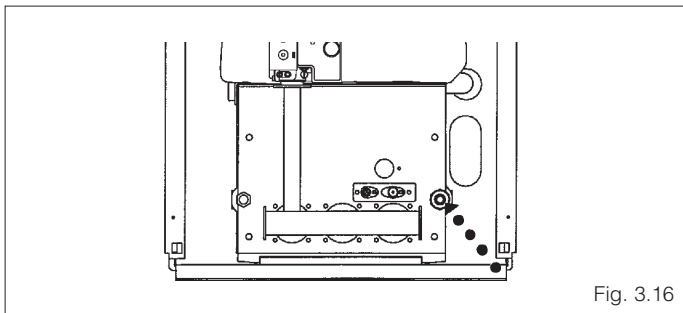

Fig. 3.16
- collegare un tubo di gomma al portagomma del rubinetto di scarico ed aprire il rubinetto (fig. 3.16).